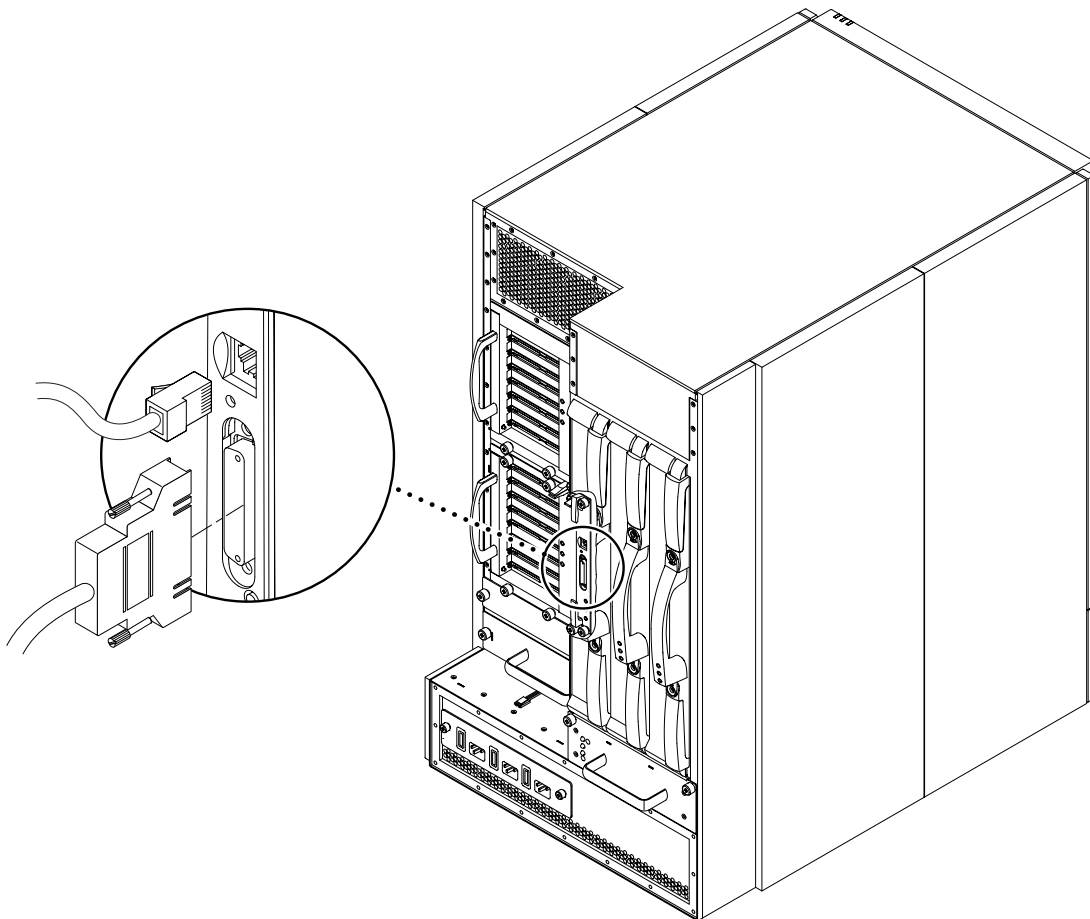

FIGURE 3-6 Connexions du contrôleur système principal sur le système Sun Fire E4900
1. **Connectez une extrémité du câble série (TTYa ou simulateur de modem) au port série de la carte contrôleur système principale (FIGURE 3-6).**
1. **Connectez une extrémité du câble Ethernet blindé de catégorie 5 au port Ethernet RJ-45 de la carte contrôleur système principale (FIGURE 3-6).**